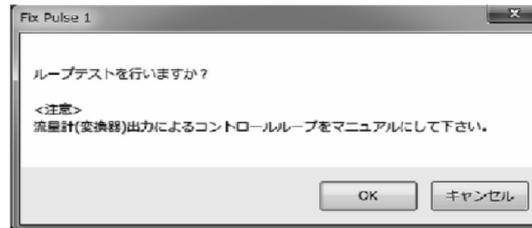

図128
- ④ 「Start」 ボタンをクリックすると、メッセージボックス(図128)が表示されます。「OK」 ボタンをクリックすると、「Fix Pulse」を開始します。